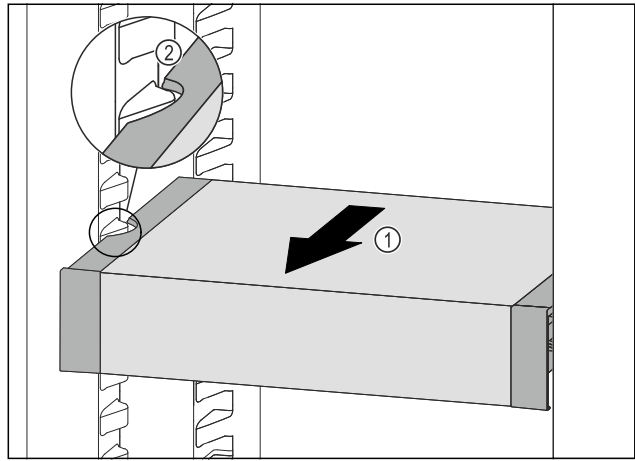

Fig. 68
- ▶ Потягнути VarioSafe вперед Fig. 68 (1), поки бокові заглиблення VarioSafe не опиняться на рівні ребра для резервуара в охолоджувальному відділенні. Fig. 68 (2)